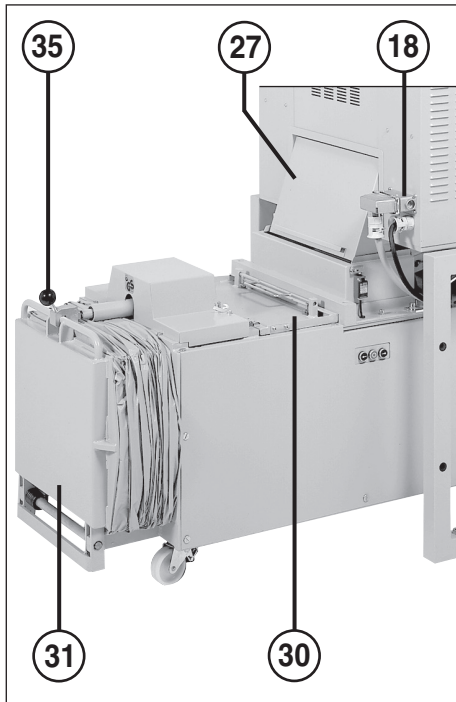

fig. 2
Une pression prolongée sur ce poussoir (au moins pendant 2 secondes) fait légèrement reculer le vérin de compression et fait légèrement avancer le levier de verrouillage (35) (fig. 2) (annulation de la pression exercée sur le volet de prélèvement).